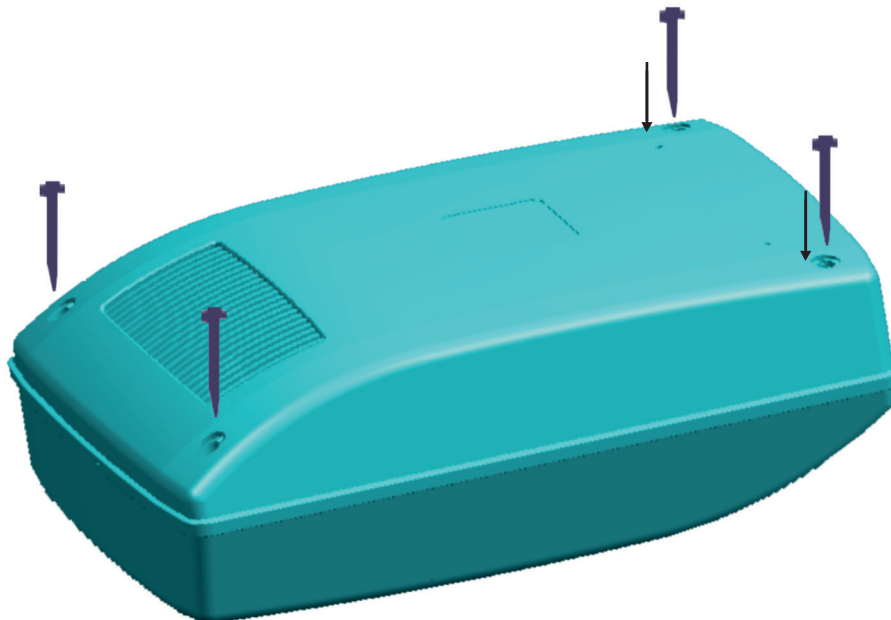

Рис. 5
- совместить переднюю и заднюю панели рециркулятора и зафиксировать соединение при помощи винтов (рис. 5)
- выполнить действия п. 8.3 по сборке корпуса рециркулятора (рис. 5).
- выполнить действия п. 8.3 по сборке корпуса рециркулятора (рис. 5);